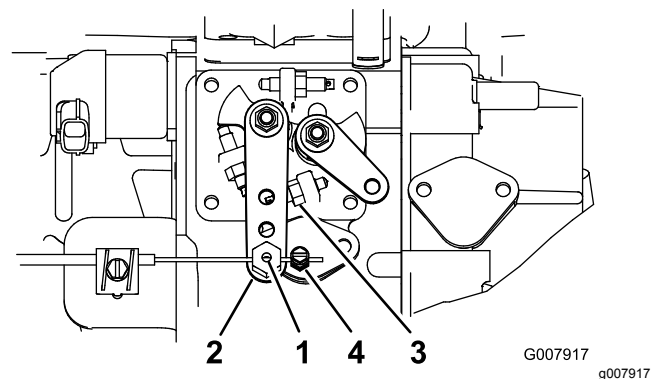

Figura 50
2. Desaperte o conector do cabo do regulador, no cabo do regulador, junto da alavanca da bomba de injeção (Figura 50).
3. Mantenha o braço da alavanca da bomba de injeção contra o travão de ralenti elevado (Figura 50).